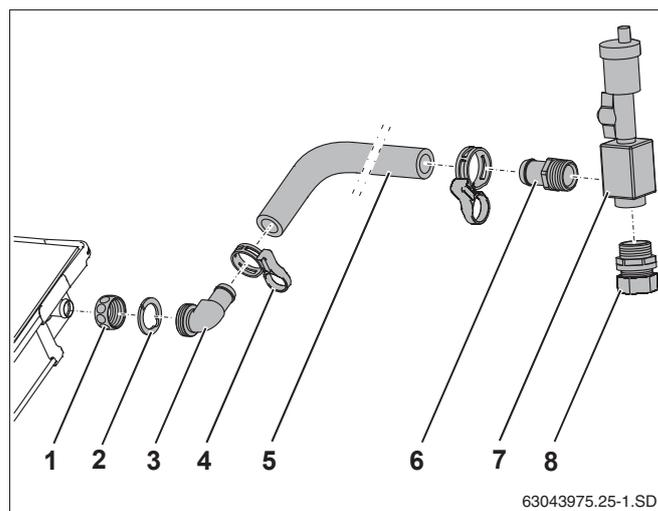

Рис. 38 Подключение шланга солнечного коллектора к штуцерам подающей линии
- ▶ Наденьте накидные гайки (рис. 38, **поз. 1**) на штуцеры коллектора.
- ▶ Уложите зажимную шайбу (рис. 38, **поз. 2**) за выступ штуцера коллектора и нажмите на неё.
- ▶ Выровняйте наконечник с кольцом (рис. 38, **поз. 3**) и затяните накидной гайкой.
- ▶ Наденьте длинный шланг (1000 мм, рис. 38, **поз. 5**) на угловой наконечник и закрепите пружинным хомутом (рис. 38, **поз. 4**).
- ▶ Приверните наконечник R $\frac{3}{4}$  с кольцом (рис. 38, **поз. 6**) и двойной ниппель с кольцом (рис. 38, **поз. 8**) к воздухопорнику (рис. 38, **поз. 7**).
- ▶ Вставьте наконечник шланга (рис. 38, **поз. 6**) до упора в шланг солнечного коллектора и закрепите пружинным хомутом.
- ▶ Подключите сборную линию к резьбовому соединению с зажимным кольцом (рис. 38, **поз. 8**).